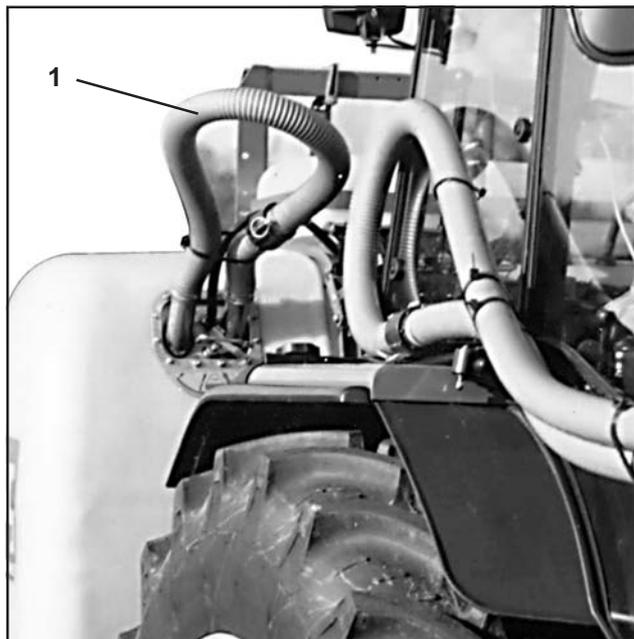

Fig. 7.6
- Rebranchez les tuyaux les uns aux autres pour éviter tout endommagement des raccords (fig. 7.6).
- Branchez les tuyaux les uns aux autres avec des raccords (fig. 7.6).